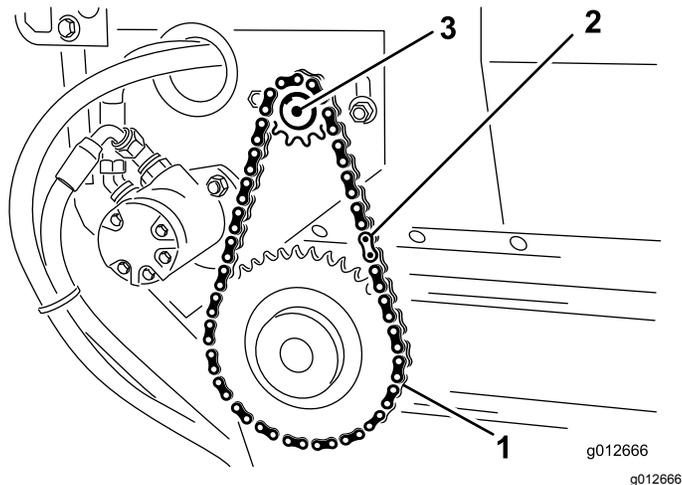

図 33
1. 小さい方のスプロケットにチェーンを取り付け、マスターリンクでチェーンを固定する 図 33。